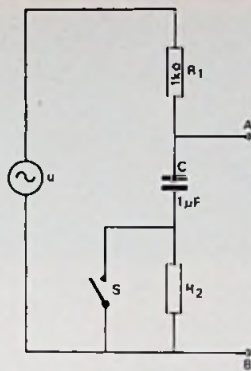

Fig. 14.
2. In de schakeling van fig. 14 levert de spanningsbron u een wisselspanning met een cirkelfrequentie van 1000 rad/s . Tussen de punten A en B wordt een spanningsmeter aangesloten waarvan de ingangsimpedantie oneindig groot mag worden gesteld. Het blijkt nu dat, zowel bij geopende als bij gesloten schakelaar S , de uitslag van de meter dezelfde is. Bereken de waarde van R_2 .